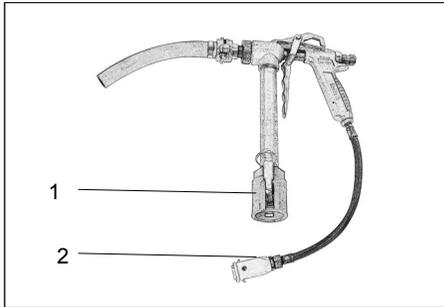

FIG.23 (Collegamento dei tubo trasporto materiale e cavo elettrico alla lancia spruzzatrice)
- 1) Collegare il tubo trasporto materiale fornito in dotazione alla lancia spruzzatrice (FIG.23-Rif.1);
- 2) Collegare il cavo elettrico della lancia fornito in dotazione alla lancia spruzzatrice (Fig.23-Rif.2);